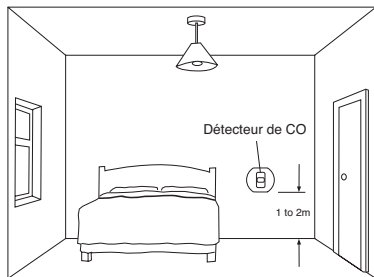

Figure 3
6.32 Si vous installez le détecteur de CO dans une chambre ou une pièce éloignée d'un appareil à combustible (voir figure 3)